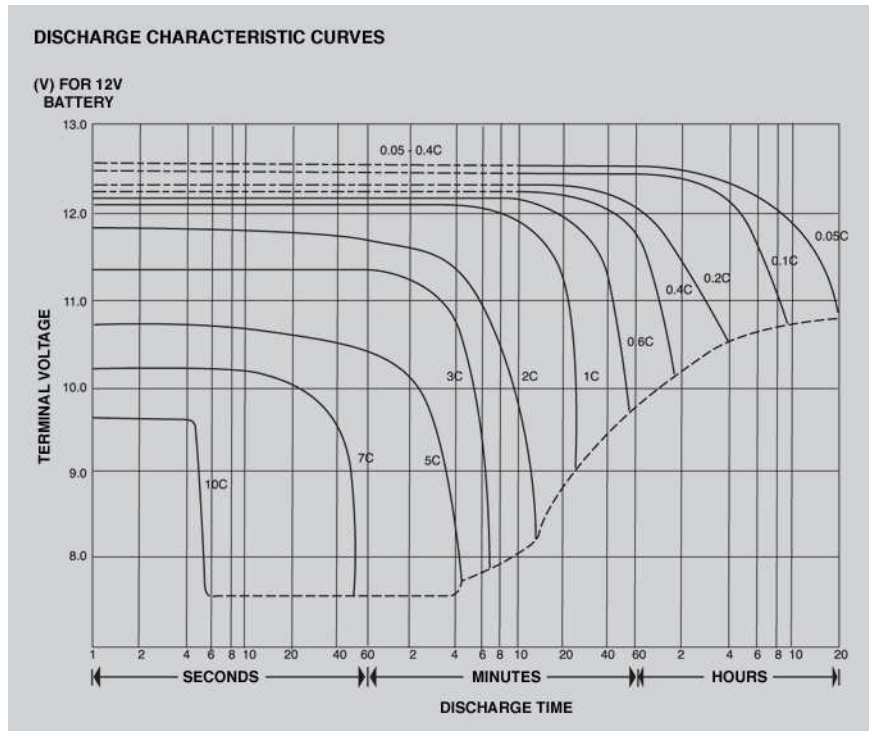

Fig. 4: Caracteristici specifice de descărcare ale bateriilor de acumuloare cu plumb
- *Caracteristicile de descărcare*: reprezentate în Fig. 4 pentru diferite valori constante ale curentului de descărcare. Acestea scot în evidență dependența capacității de rata de descărcare. Este bine de știut faptul că trebuie evitată pe cât posibil supradescărcarea severă sau menținerea la un nivel scăzut al SOC pe perioade foarte lungi.